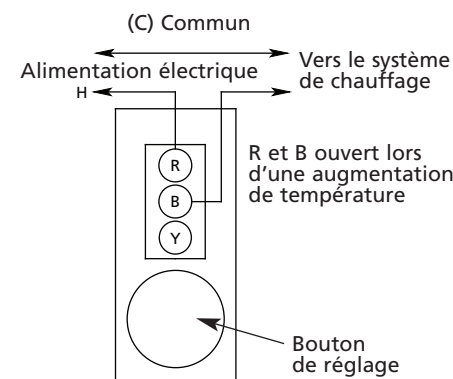

Figure 4 – Connexion d'un circuit de commande de chauffage typique
**IMPORTANT :** Tout le câblage doit être effectué conformément aux codes, ordonnances et règlements applicables. Utiliser un dispositif de coupure et de protection contre la surcharge pour assurer une installation sécuritaire et conforme à tous les codes locaux et nationaux. Les Figures 4, 5 et 6 illustrent un câblage typique pour la commande du chauffage, du refroidissement, de la réfrigération et de systèmes de commande combinés chauffage/ refroidissement (conducteurs en cuivre seulement).
**REMARQUE :** Les lettres R, B et Y (rouge, bleu et jaune) renvoient aux points de couleur à côté des bornes (voir les Figures 4 à 11).